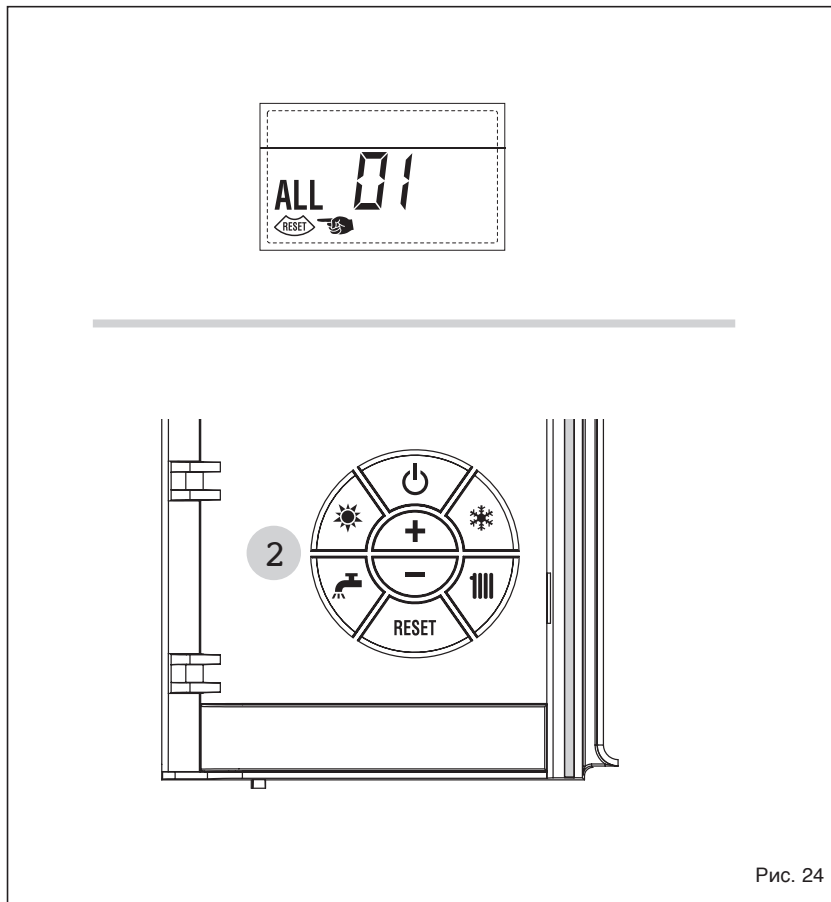

Рис. 24
**– НЕПОЛАДКА В ВЫВОДЕ ДЫМА “ALL 01” (рис. 24)**
**– НЕПОЛАДКА НИЗКОЕ ДАВЛЕНИЕ ВОДЫ “ALL 02” (рис. 24 / а)**